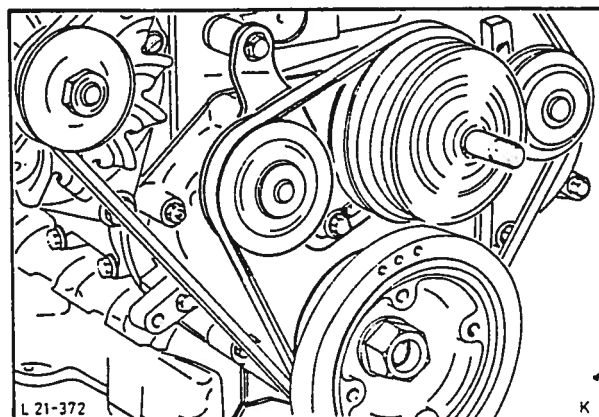

Fig. 152 Løsne vifteremmens spennhjul.
3. Demonter viften (1 mutter). Løsne vifteremmens spennhjul og ta vekk remmen (2 bolter), fig. 152.